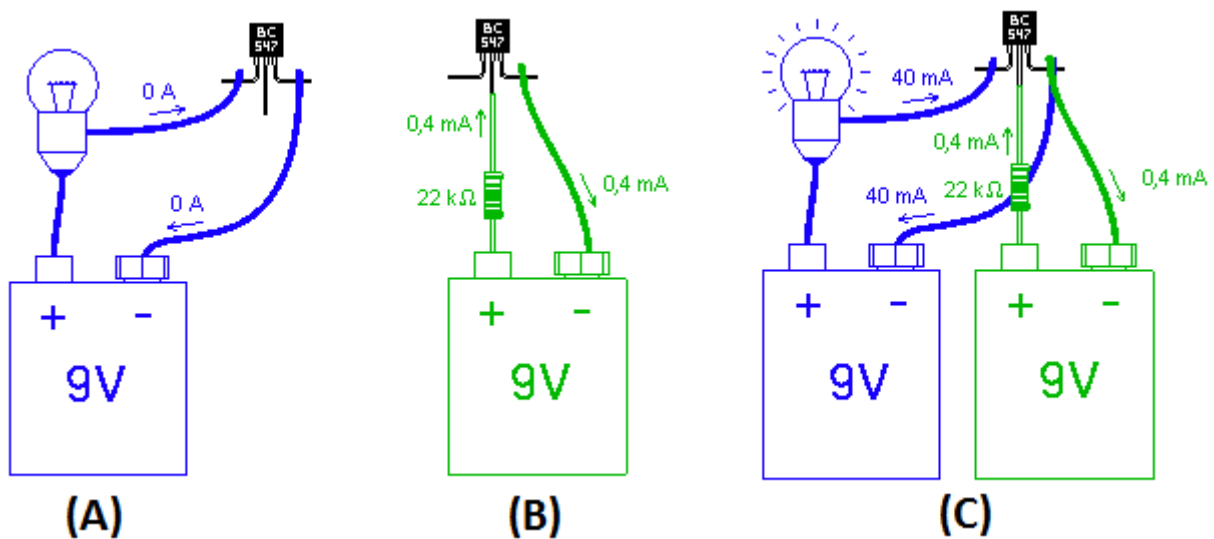

Figure 11. 7.
- Par contre, entre **B** et **E** il y a un court-circuit. Si on veut faire passer un courant précis entre **B** et **E**, il faut utiliser une source de tension et une résistance (fig. 11. 7 (B)).
- Si on envoie un courant de I_B ampères entre **B** et **E**, alors le transistor acceptera de laisser passer un courant de $I_C = \beta \cdot I_B$ ampères entre **C** et **E** (fig. 11. 7 (C)). Dans ce cas-ci, β vaut de l'ordre de **100**.